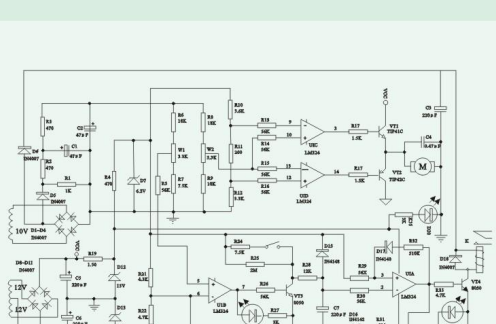

图1 单相0.5-3KVA三相1.5-9KVA控制线路图仅供参考,如有改动,恕不另行通知
- 11、当稳压器输出电压严重偏离220V时,应检查①输入电压是否稳压范围内;②电机齿轮是否严重磨损,转动是否灵活;③限位开关是否受损;④线圈平面是否光滑;⑤控制板有无损坏,查图1中VT、VT1有无损坏,或图6中Q、Q1、J1有损坏。